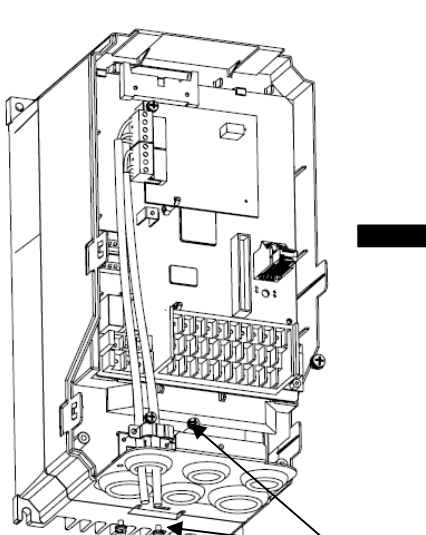

图 5
5. 用 2 颗 M3 螺丝将支撑板固定在安装板上，将装有连接线的端子插入 profibus 基板，连接线从支撑板对应的出线管中穿出，用卡件将连接线压在支撑板的相对应位置，用 2 颗 M3 的螺丝将其拧紧（图 5）